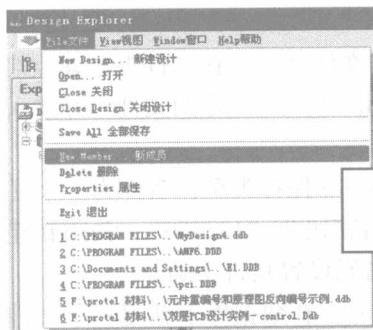

图 1-15 “New Member”菜单项
- (1) 双击设计数据库，或者单击其前面的加号“+”，展开设计数据库的目录树。
- (2) 双击设计组文件夹“Design Team”，或者单击其前面的加号“+”，展开其目录树。
- (3) 双击“Members”文件夹，以在设计器窗口中打开成员列表。
- (4) 选择“File”菜单，然后在弹出的下拉菜单中选择“New Member”菜单项，如图1-15所示。